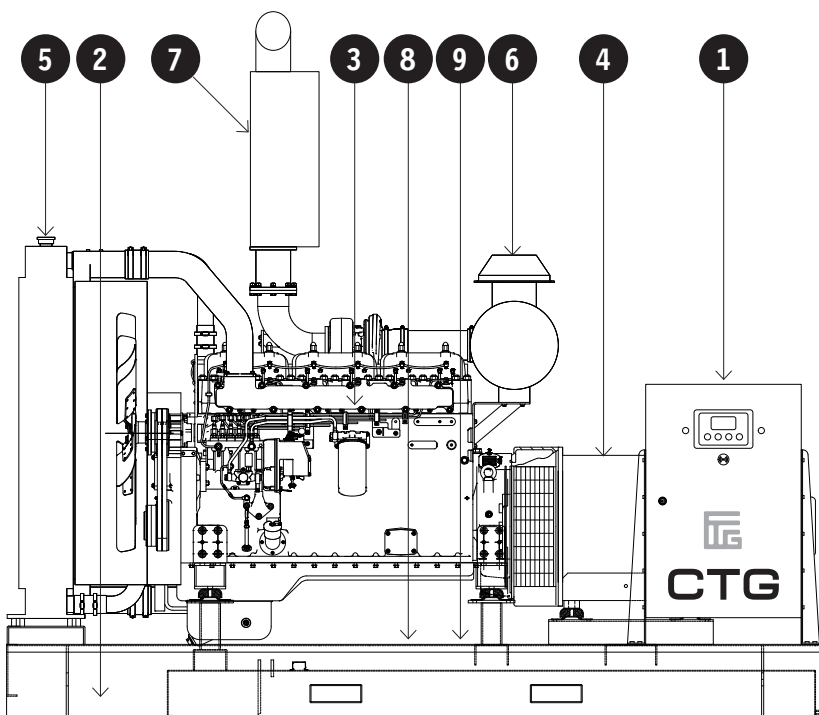

Рис. 4.2
4.1.8 На рис. 4.2 показаны основные элементы. На нём изображена типовая ДГУ. Однако каждая ДГУ несколько отлична от других в отношении размеров и конфигурации основных элементов. В настоящем разделе даётся краткое описание частей ДГУ.